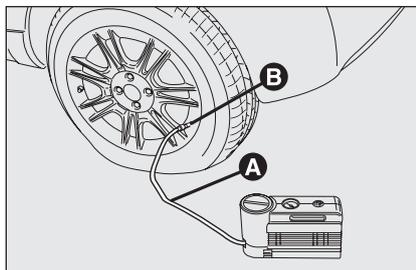

fig. 4
- Azionare il freno a mano. Svitare il cappuccio dalla valvola del pneumatico, estrarre il tubo flessibile di riempimento **A**-fig. 4 ed avvitare la ghiera **B** sulla valvola del pneumatico;